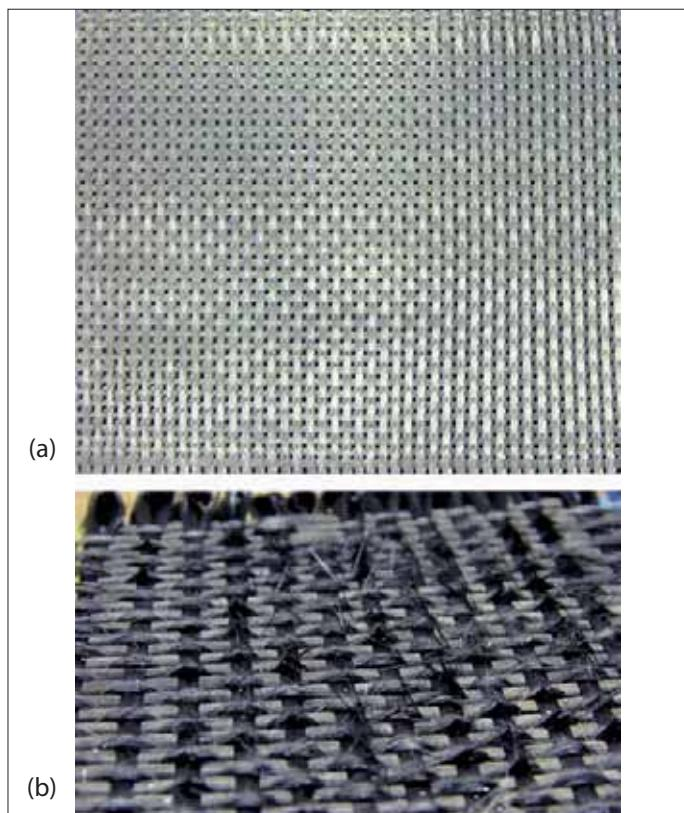

Fig. 22 - Campioni di tessuti ortogonali 3D realizzati con filati 610 Nextel (a), con filati YS 95 in ordito e trama e con il filato YS 80 in Z (b)
Weaving trials of Nextel 610 and Nextel 720 yarns and of pitch carbon yarns were conducted on a multi-rapier, 3D orthogonal weaving machines at 3TEX. Samples of produced 3D woven fabrics are shown in Figure 22. In one set of trials on ceramic yarns, a 6 warp layer fiber architecture with Nextel 720 in all yarn positions successfully produced a fabric at a maximum weft yarn spacing of 4.9/cm(63) and with Nextel 610 yarns in all positions at 4.7/cm.
Le prove di tessitura dei filati Nextel 610 e di Nextel 720 e dei filati di carbonio sono state condotte sui macchinari tessili ortogonali 3D multi-rapier di 3TEX. I campioni dei prodotti tessili 3D sono presentati in fig. 22. In una serie di prove sui filati ceramici, una struttura a 6 strati di fibre in ordito con Nextel 720 e con